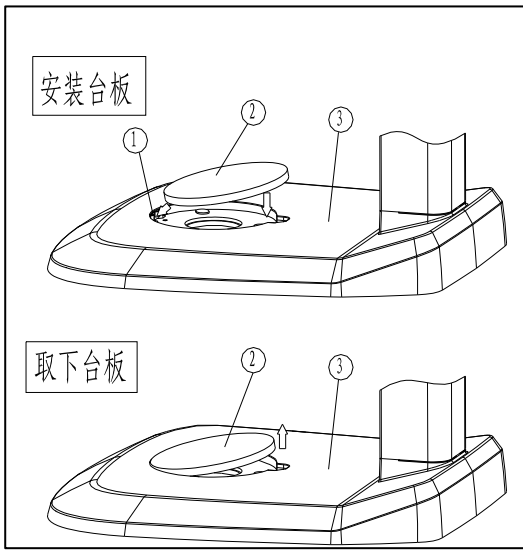

图 15
1. 将显微镜目镜②调至 0 视度后依次插到目镜筒中，刻线朝上（如果选用普通目镜，则无此项要求）
2. 用内六角扳手锁紧目镜锁紧钉①
3) 安装载物台板 (图 15)
3. 安装玻璃载物台板 (见图 15)